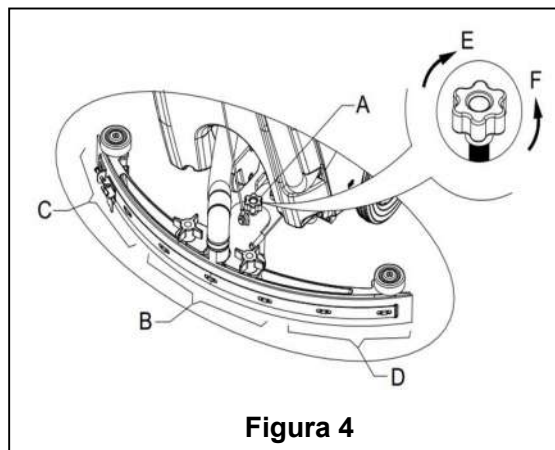

Figura 4
9. Installare il tergipavimento e fissarlo avvitando la manopola (16). Quindi collegare il tubo di drenaggio (11) al tergipavimento.
10. Regolare il tergipavimento per mezzo della manopola di regolazione (A) del tergipavimento (vd. **Figura 4**).